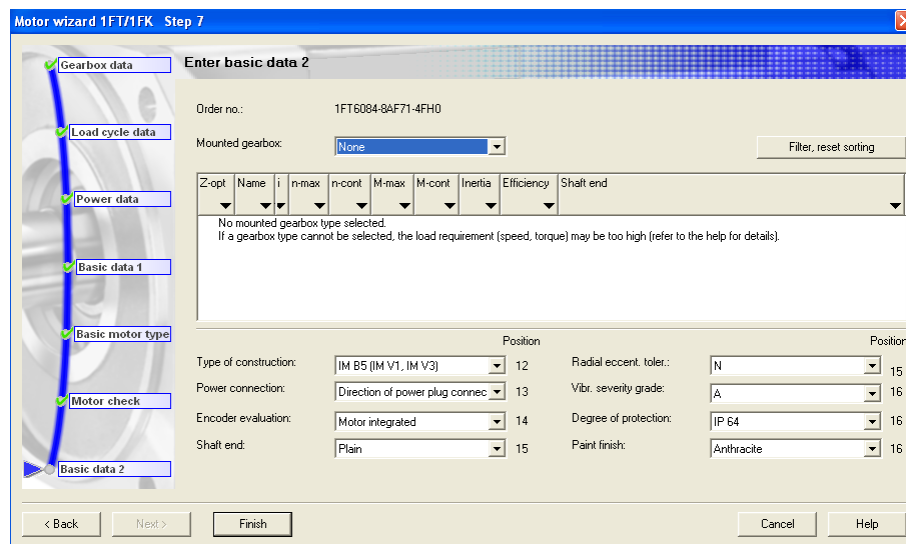

Figura 3.2.69 "Enter basic data 2"
Paso 7 *Enter basic data 2* (figura 3.2.69): este es el último paso para la configuración del motor, en el se configuran las últimas características, como son, el tipo de construcción (*Type of construction*), para el cual se ha elegido IM B5 (IM V1, IM V3). El tipo conexión a la red (*Power connection*), eligiéndose una conexión rotatable 270°. La situación del encoder (*Encoder evaluation*), en este caso integrada. El tipo de extremo del eje (*Shaft end*), al igual que el eje X y eje Y, la elección será plano (Plain). En el caso de la tolerancia de excentricidad radial (*Radial eccentricity tolerance*) y el grado de intensidad de la vibración (*Vibration severity grade*), el tipo de motor seleccionado solo permite la selección de tolerancia N en el primer caso y grado A en el segundo. El grado de protección (*Degree of protection*) seleccionado es IP64 y el acabado final (*Paint finish*) no es necesario, esto es debido a las condiciones de trabajo de la fresadora.